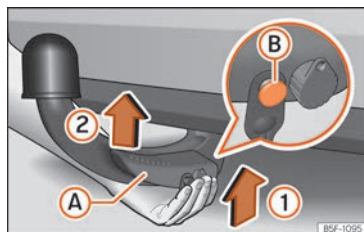

Fig. 172 Mise en place du crochet d'attelage.
- Tenez le crochet d'attelage **par en bas** et encastrez-le dans le logement du crochet en suivant le sens de la flèche » fig. 172 (1) jusqu'à entendre un clic » ⚠.
Le levier » fig. 172 (A) tourne **automatiquement** dans le sens de la flèche (2) vers le haut et la broche de déverrouillage (B) sort vers l'extérieur (sa partie rouge et verte est visible) » ⚠.
- Lors de la fixation du crochet d'attelage, pour éviter de vous pincer les doigts, il est recommandé de garder les mains loin du levier » fig. 172 (A).